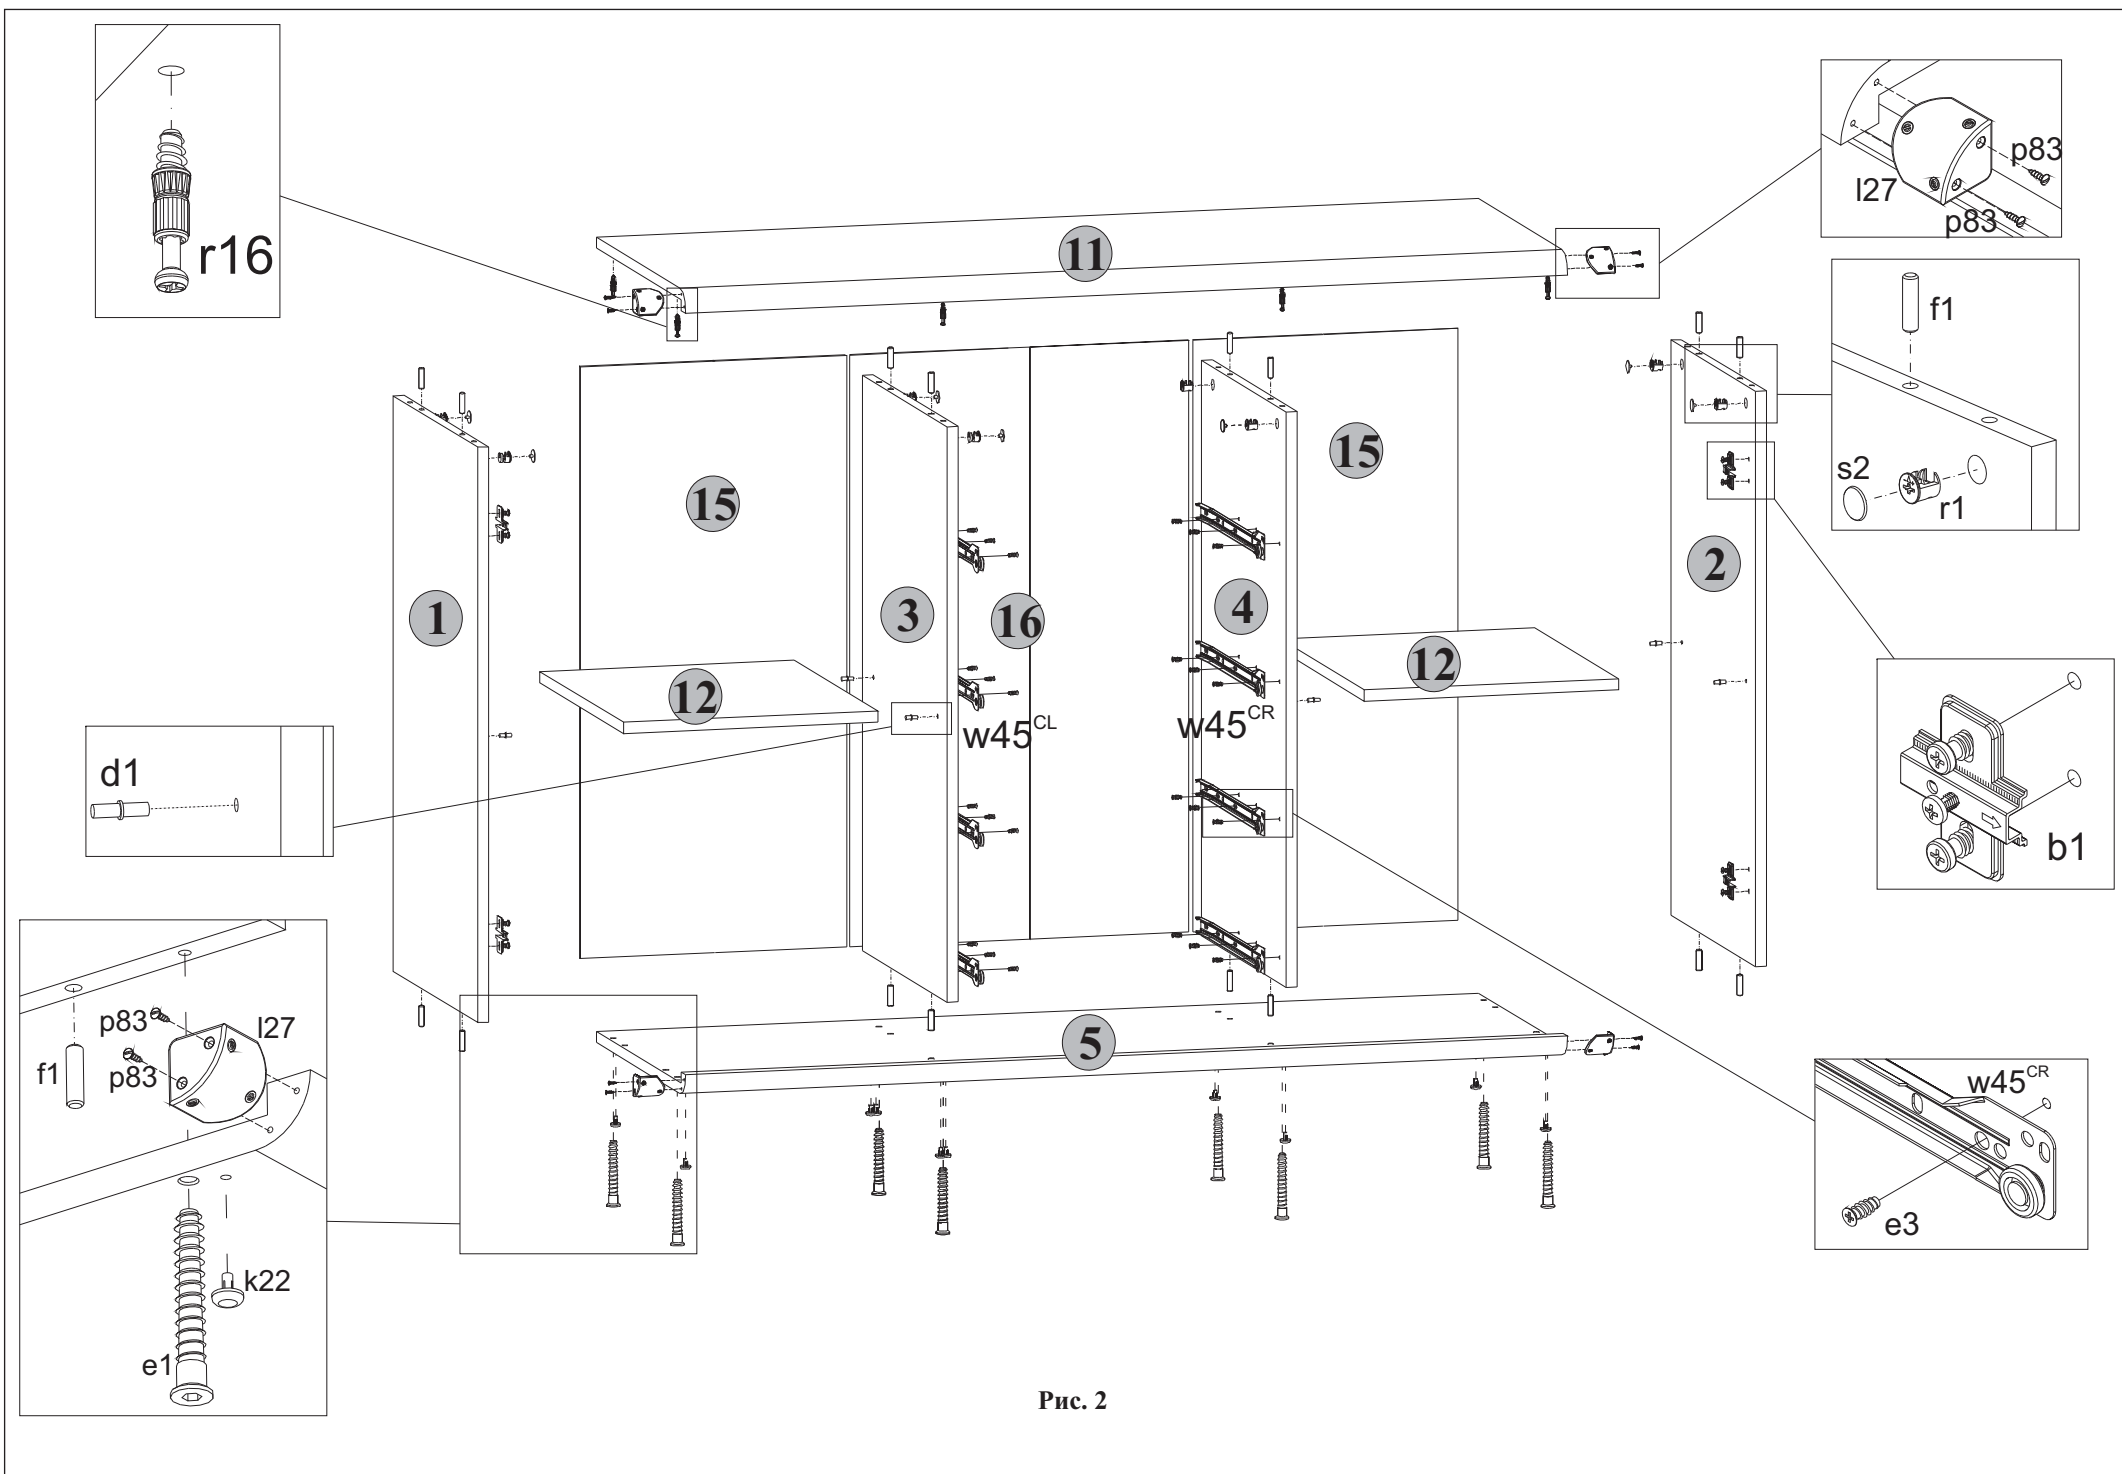

Рис. 2
стенок средних **3** и **4** вбить деревянные шканты **f1** (см.рис. 2).
5.6 На внутренних поверхностях стенок боковых **1** и **2**, а также на правой поверхности стенки средней **3** и на левой поверхности стенки средней **4** в отверстия диаметром **15 мм** вставить стяжки эксцентрикковые **r1** (см.рис. 2).
5.7 В отверстия диаметром **5 мм** на нижней поверхности щита верхнего **11** вкрутить винты стяжки **r16**, пользуясь крестообразной отверткой (см.рис. 2).
5.8 В отверстия диаметром **4,5 мм** на нижней поверхности щита нижнего **5** вставить опоры полимерные **k22** (подпятники) (см.рис. 2).
5.10 К деталям **1, 2, 3** и **4** присоединить щит нижний **5** и стянуть еврошурупами **e1**, пользуясь специальным ключом **z1** из комплекта фурнитуры (см.рис. 2).
5.12 Закрепить стенки задние **15** на корпусе тумбы гвоздями **l1** с шагом 80-120 мм, пользуясь молотком (см.рис. 2).